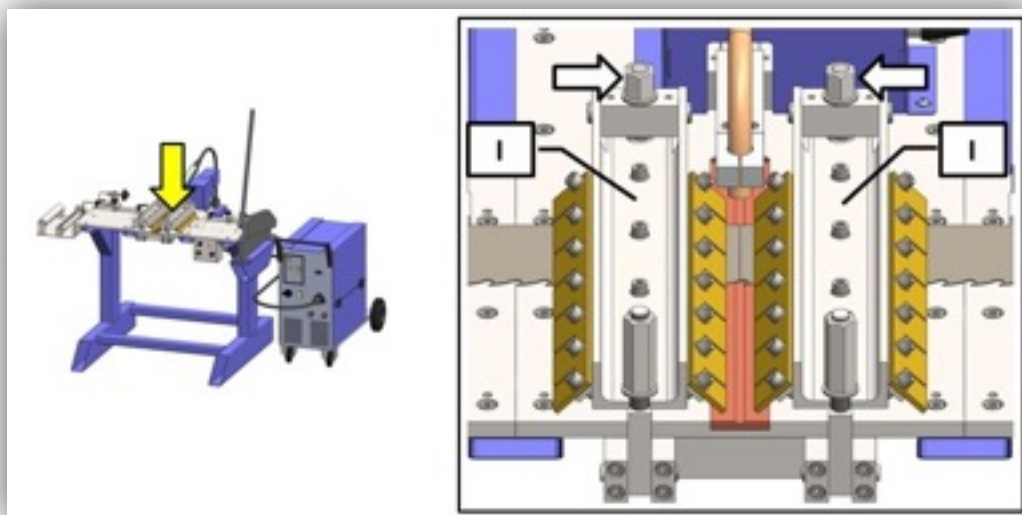

Figura 23
⑥ Tras la colocación de los dos extremos de la cinta, ajuste los tornillos I utilizando los ajustadores adecuados (véase la Figura 23). El ajuste variará dependiendo del espesor de la hoja. Los prensadores del tornillo deberán ir por el borde trasero de la cinta y, en consecuencia, elevarse levemente hacia adelante.